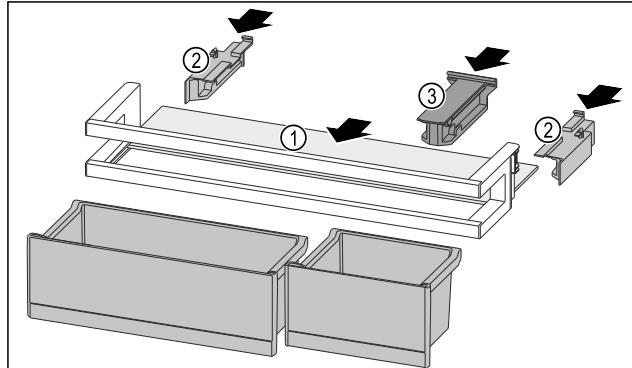

Fig. 88
- Вкарайте рафта Fig. 88 (1) в страничните прорези.
► Поставете страничните части Fig. 88 (2).
► Поставете задържащата част Fig. 88 (3).